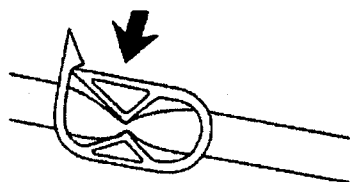

Figura 2: Cierre la pinza
2. Cierre las pinzas de la manta (figura 2).